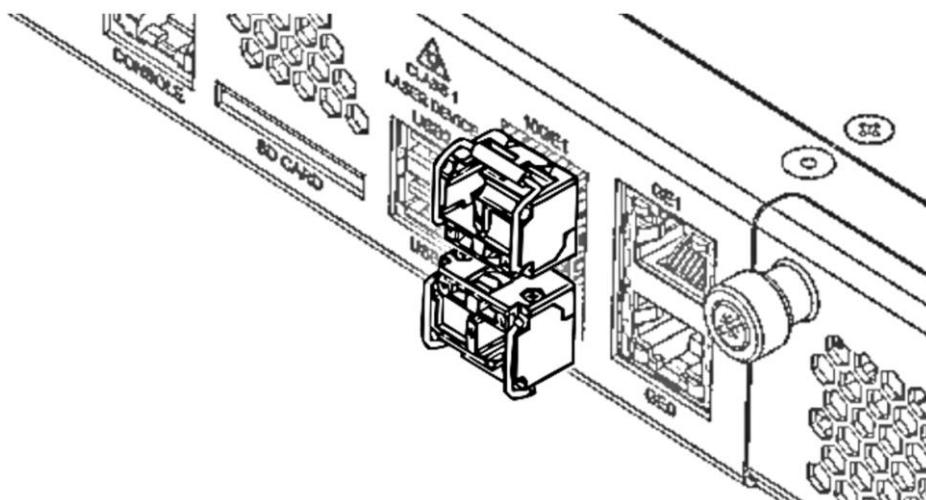
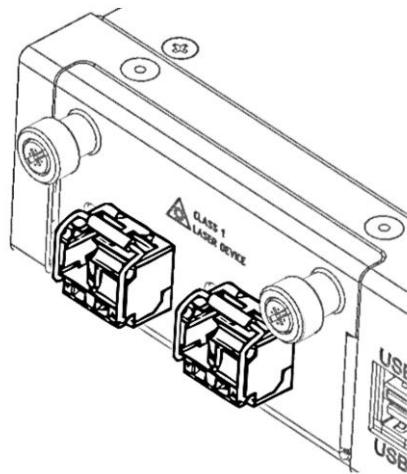

Рисунок 27 – SFP-трансиверы, установленные в слоты изделия
Рисунок 28 – SFP-трансиверы, установленные в слоты модуля расширения
- надавите на трансивер по направлению внутрь корпуса изделия до появления характерного щелчка фиксации (рисунок 27, рисунок 28);